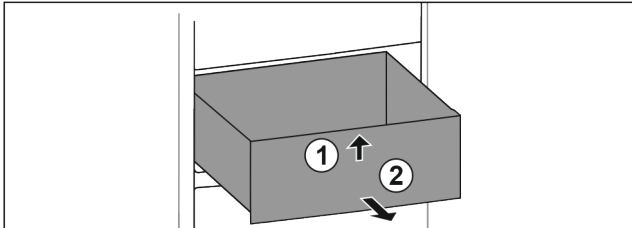

Fig. 81
- ▶ Приподнимите выдвижной ящик спереди. Fig. 81 (1)
- ▶ Извлеките выдвижной ящик движением вперед. Fig. 81 (2)